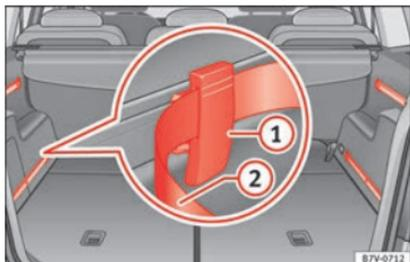

Fig. 168 Dans le coffre à bagages : système avec rails, éléments de fixation réglables ① et ceinture dotée d'un rétracteur réglable ②.
- Placez un élément de fixation avec les roues vers le haut » **fig. 168** ① sur la partie supérieure du guide et appuyez vers le bas.